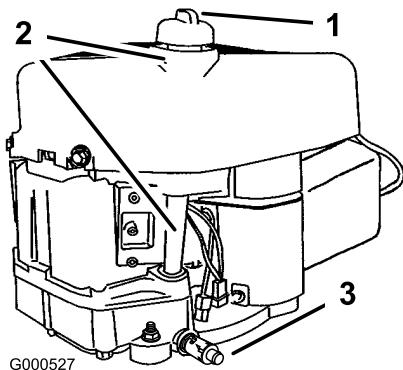

Bild 33
- Reinigen Sie den Bereich um den Ölpeilstab (Bild 33), damit kein Schmutz in den Einfüllstutzen gelangen und den Motor beschädigen kann.
- Reinigen Sie den Bereich um den Peilstab und drehen den Verschlussdeckel ab (Bild 33).
- Gießen Sie ca. 80 % der angegebenen Ölmenge langsam in den Einfüllstutzen (Bild 33).